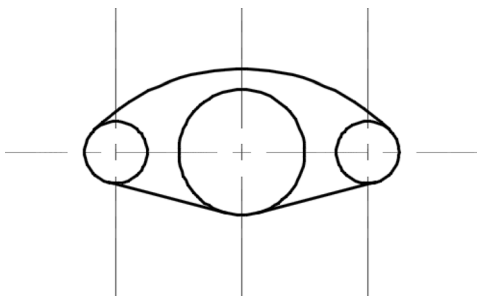

图 12-20 绘制另一条相切直线
13) 使用和步骤 12) 一样的方法绘制另一条相切直线, 如图 12-20 所示。